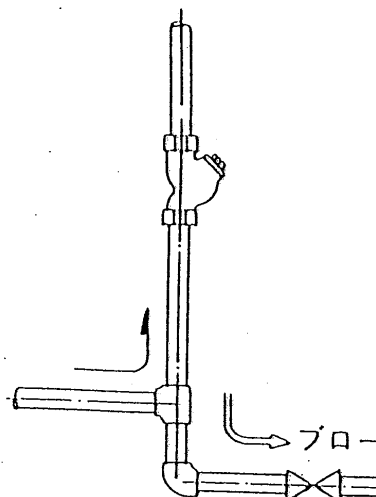

図 2
- (2) 流れ方向が下から上になる配管の場合は、ブローバルブを設けて立上り管の最下部にたまったスケールを取るようして下さい [7. 配管図例 図 2 参照]